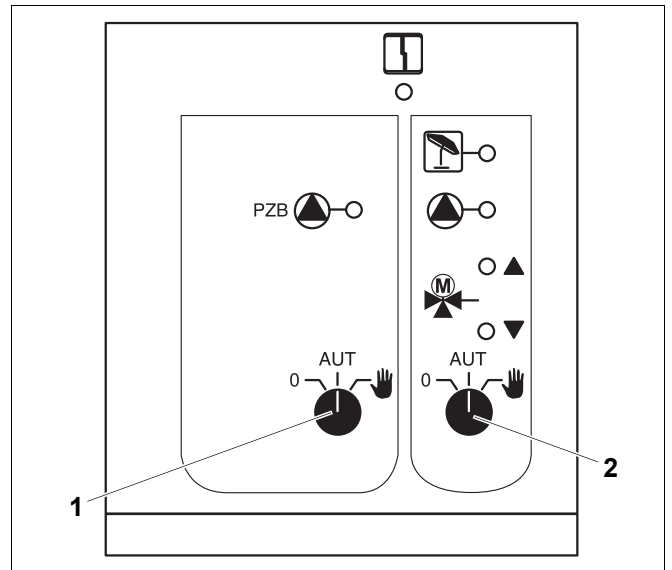

Fig. 8 ZM433
(fig. 8, pos. 1)
(fig. 8, pos. 2)